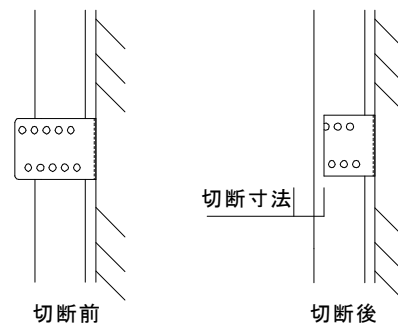

図 2-5-2 SQ アジャスターの仮当て・切断
- 2) SQ アジャスターをふかし幅に合わせて金切りばさみ等で切断する。躯体面の不陸を考慮するために、躯体面に仮当てし切断の位置決めを行うことを推奨とする。(図 2-5-2 参照)